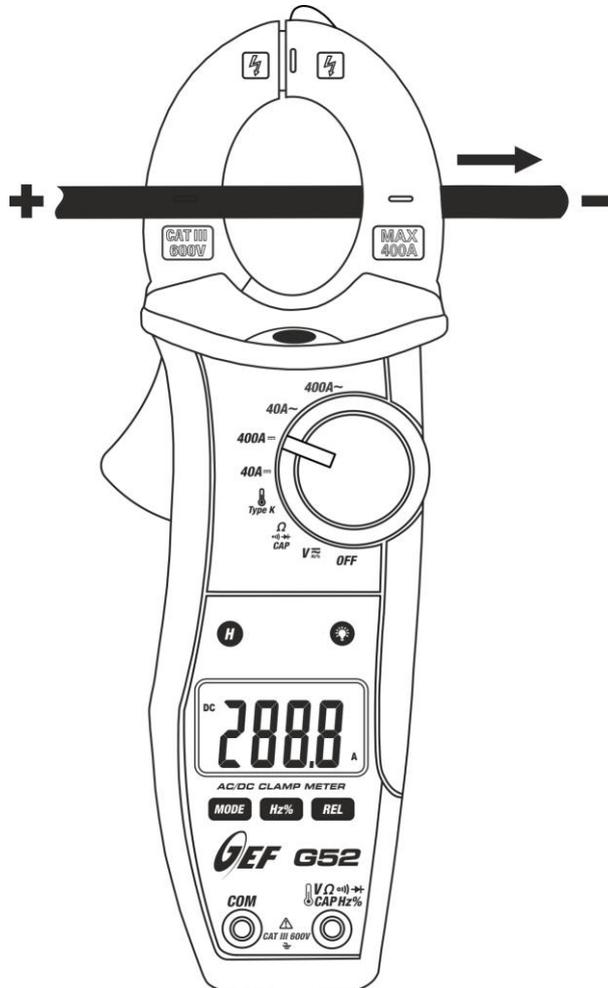

Fig. 10: Uso de la pinza para medida de corriente CC
4. Para medidas de corriente CC la visualización del símbolo "-" indica que el instrumento se ha conectado en modo contrario al sentido de la corriente (ver Fig. 10)